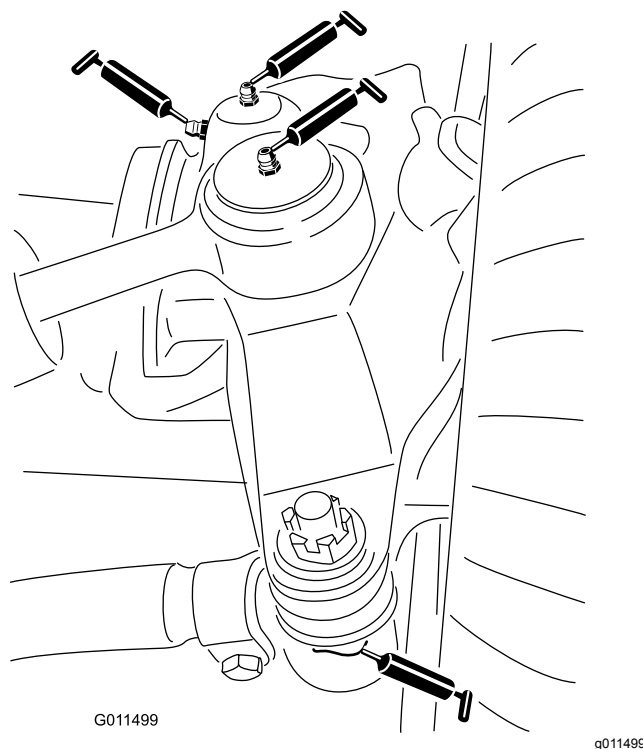

Figura 64
- Rótulas de los cilindros de dirección (2) (Figura 64)
- Rótulas de las barras de acoplamiento (2) (Figura 64)
- Casquillos de los pivotes de dirección (2) (Figura 64).